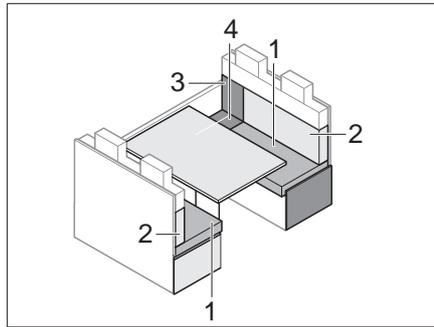

Bild 153 Vor dem Umbau
- Ruckenpolster (Bild 153,2) entfernen und zur Seite legen.